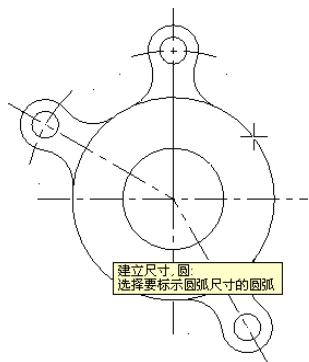

图 5-36 选取圆弧
① 在主菜单中选择“绘图” | “尺寸标注” | “尺寸标注” | “圆弧标注”命令，或直接单击“尺寸标注”工具栏中“快速标注”按钮 DF 右边的三角下拉按钮，在弹出的下级菜单中选择“尺寸标注” | “圆弧标注”选项。
② 根据系统提示“建立尺寸，圆：选择要标注圆弧尺寸的圆弧”，在绘图区内选择如图 5-36 所示的圆作为圆弧标注图素。